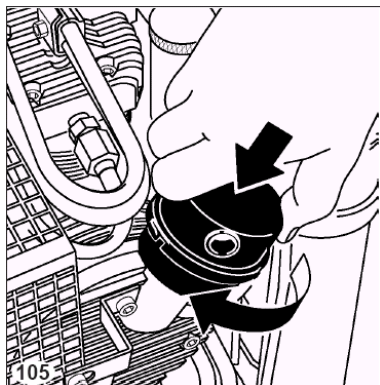

Рис. 29.
1. Слегка надавить на крышку фильтра и повернуть ее по часовой стрелке (рис. 29).